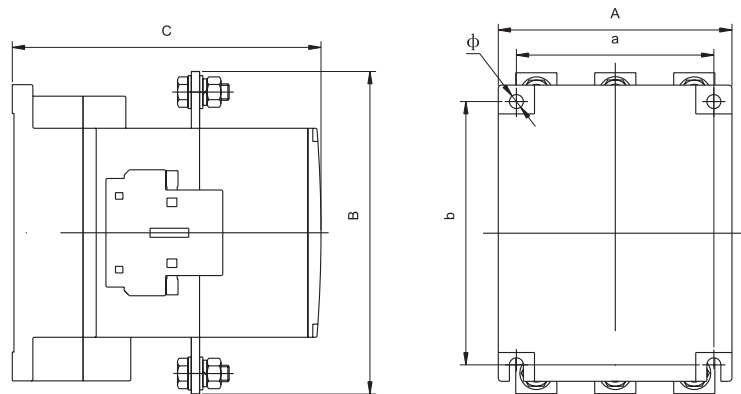

图 3 RDC67-205 ~ 800A
7.3 RDC67-205 ~ 800A外形尺寸及安装尺寸见图3和表4。